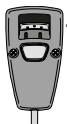
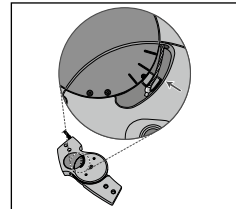

Fig. 1
Fig. 10
16. Skjut satellitens strömbrytare till det automatiska läget (**läge 1**) (se fig. 1) och kontrollera i ledens funktionsenhet om toppen av hävstångsarmen har rört sig och nu är parallell med mittmarkeringen (se fig. 10).